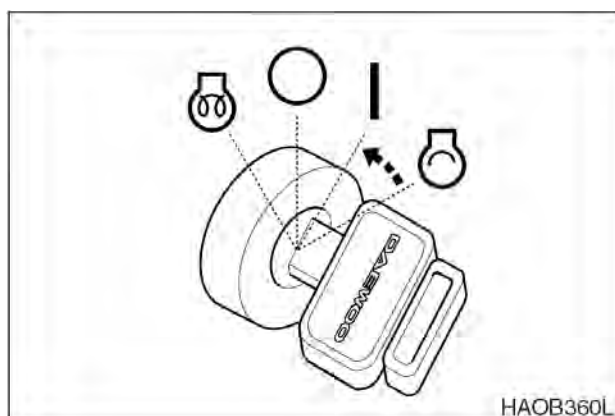

Рис. 7
5. После того, как двигатель запущен, отпустить ключ. Ключ вернется в положение "I" (Включен), рис. 7.